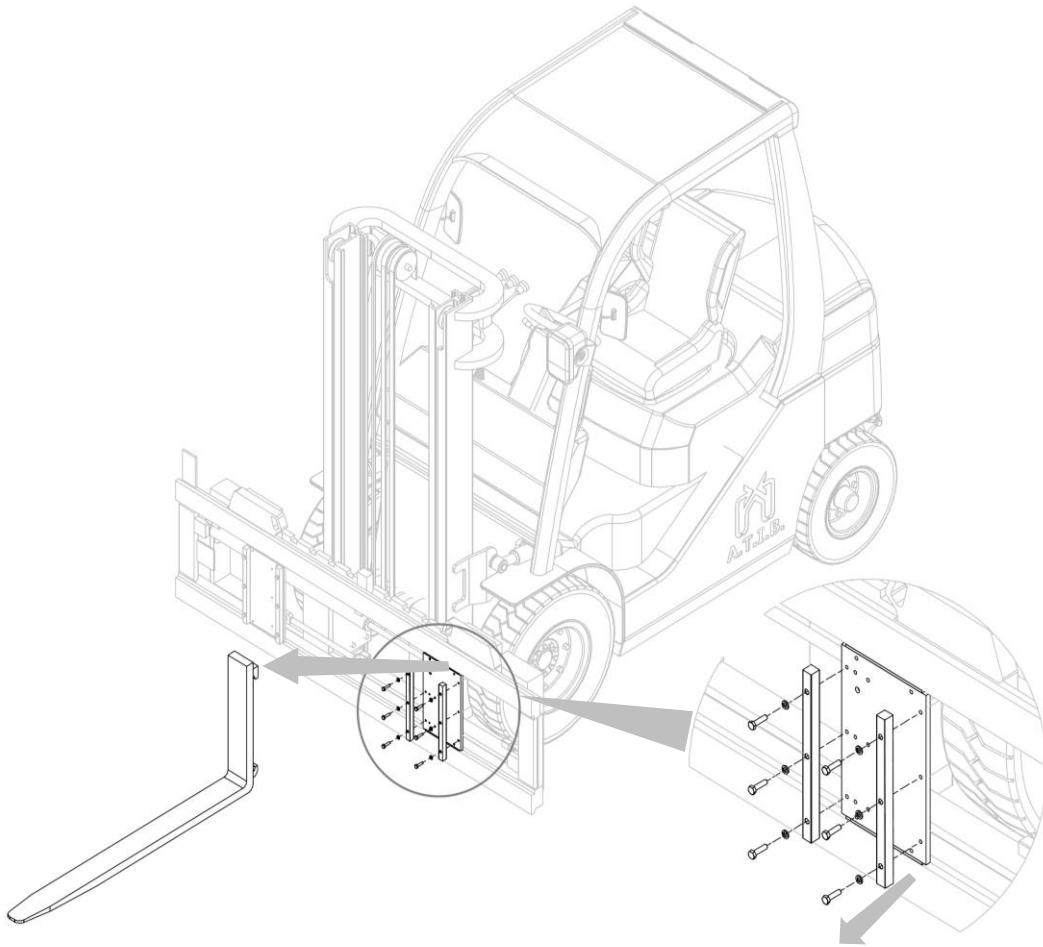

Figura 17
2. Rimuovere le forche dopo aver svitato i fermi forca dei piattelli (vedi *Figura 17*).